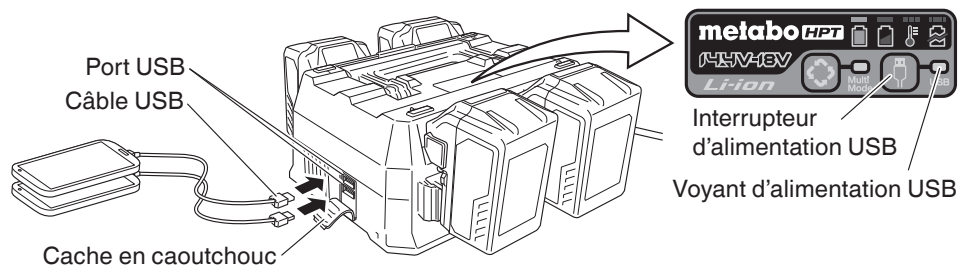

Fig. 6
(2) Mettez le commutateur d'alimentation USB sur marche (Fig. 6)
(3) Connectez le câble USB. (Fig. 6)